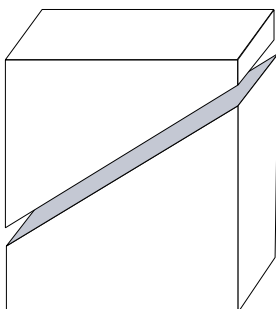

Afb. 6
- Meet of stel de verstekhoek (art.-nr. 36 82 00) op het object af en breng deze over op de horizontale plaatzijde (afb. 6 + 7),
- Klap de verstekhulp (27) naar voren uit, plaats de plaat op de plaatsteun (6),
- Snijbeugel (3) naar rechts zwenken tot verstekhulp (27) van snijbeugel met markering op isolatieplaat overeenkomt. Draai de borgschroeven (15) boven en onder weer vast.
- Om deze zaagsnede later te herhalen, brengt u het herhalingsraster (14) naar de ingestelde hoek. Na het terugzetten van de snijbeugel blijft de hoek behouden.